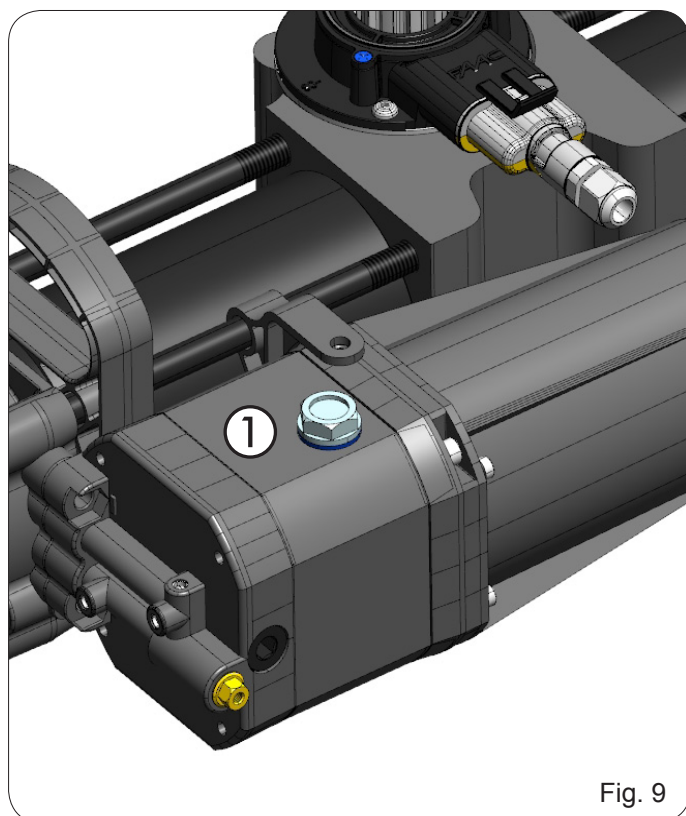

Fig. 9
- 10) Reponga el nivel de aceite, utilizando el suministrado en el kit, de modo que el mismo esté justo por debajo del tapón (Fig. 9 ref. ①).
- 10) Herstel het oliepeil door de bij de kit verstrekte olie bij te vullen tot het peil vlak onder de dop komt (Fig. 9 ref. ①).